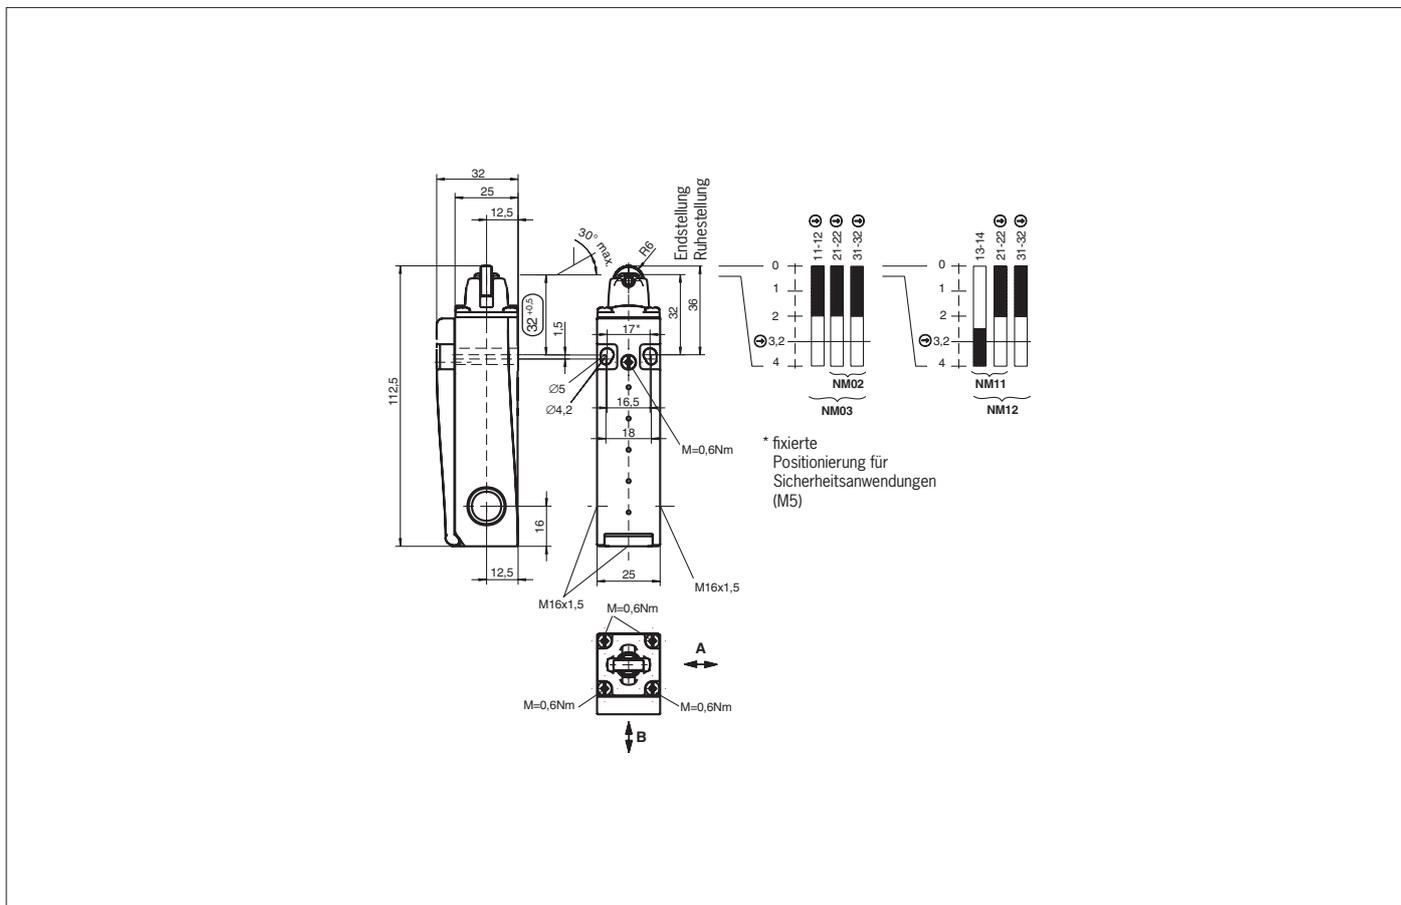

Bild 7: Maßzeichnung und Schaltwegdiagramme NM11RB / NM02RB / NM12RB / NM03RB
▶ **Für NM..RB gilt:** Um den ordnungsgemäßen Betrieb sicherzustellen, müssen die Steuernocken gemäß dem Maß $(32^{+0,5})$ (siehe Bild 4 und Bild 7) angebracht sein.